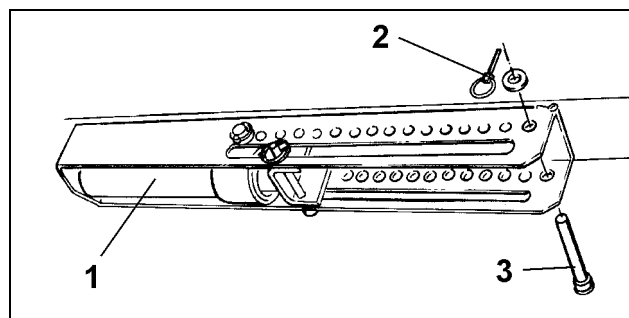

Fig. 76
- Hydraulikcylinderen (Fig. 76/1) gøres trykløs
- Boltene (Fig. 76/3) sættes i et hul i hulskinnen og sikres derefter med en ringsplit (Fig. 76/2).